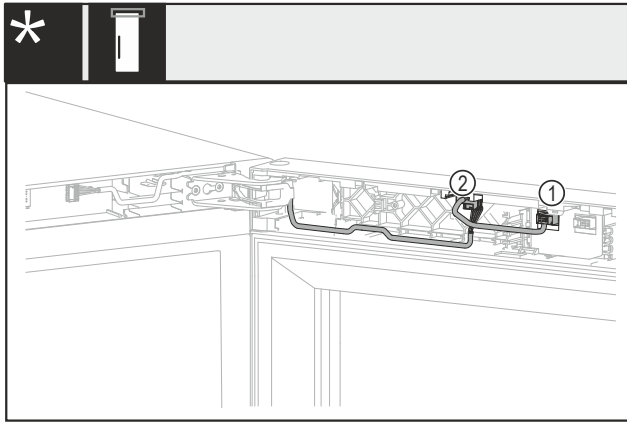

Fig. 8 Zonder slot of met mechanisch slot
- Stekker Fig. 8 (1) uittrekken.
- Stekker Fig. 8 (2) uittrekken.